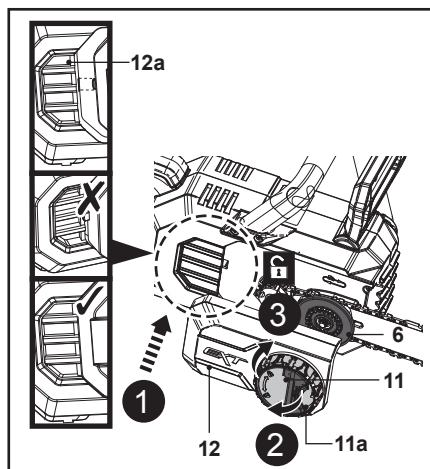

Rys. 4
6. Kierunek ruchu łańcucha jest wskazywany przez symbol strzałki. Upewnić się, że łańcuch tnący (8) jest prawidłowo założony na koło zębate (9a) prowadnicy (9) (rys. 4).